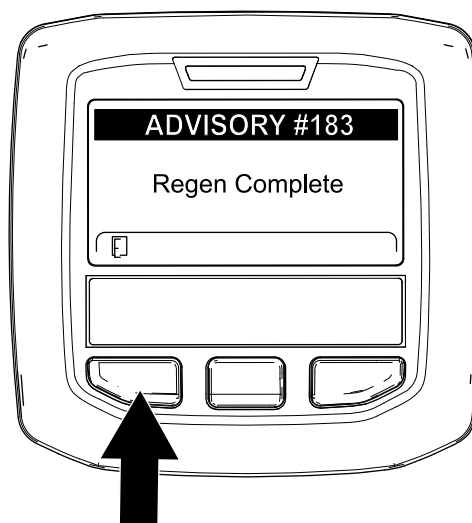

Figura 66
9. Quando il computer del motore completa una rigenerazione parcheggiata o una rigenerazione di recupero, l'InfoCenter visualizza il messaggio ADVISORY #183 (Figura 66). Premete il pulsante sinistro per uscire e tornare alla schermata Home.